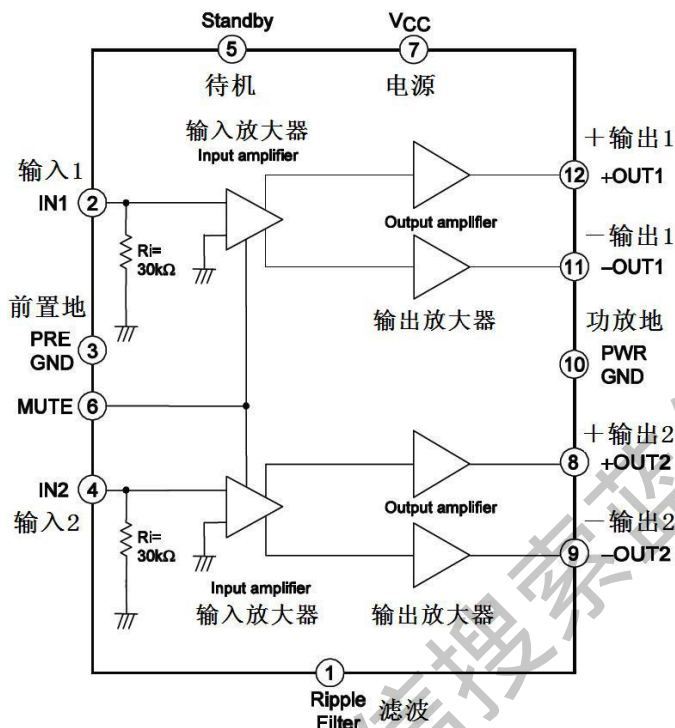

图 5.13 LA42152 内部框图
日本三洋生产的 LA42051 伴音功放集成电路, 是 LA42000 系列产品中输出功率为 5W, 无音量控制的单声道功放集成电路。典型产品 LA42152 内部框图及引脚功能见图 5.13。该芯片内含 VCC 与地短路保护电路、负载短路保护电路、过热保护电路。其中, ②、④脚是音频信号输入端, 输入电阻为 20~39KΩ。⑤脚是待机控制端, 0~0.5V 时待机, 待机电流 10μA; 2.5~20V 时放大器工作。⑥脚是静音控制, 外加电压 ≥1.7V 时静音启动。⑧、⑫脚分别是左右声道同相输出端, ⑨、⑩脚分别是左右声道是反相输出端, 它们可分别用耦合电容串入